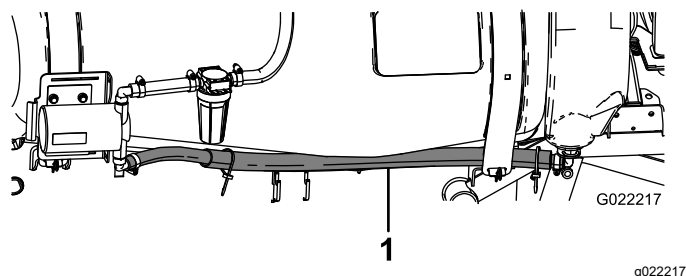

Figure 11
- Faites passer le flexible du réservoir de rinçage entre la sangle avant et le côté du réservoir (Figure 11).
- Fixez l'extrémité du flexible à la cannelure inférieure de la pompe de rinçage au moyen d'un collier (Figure 11).